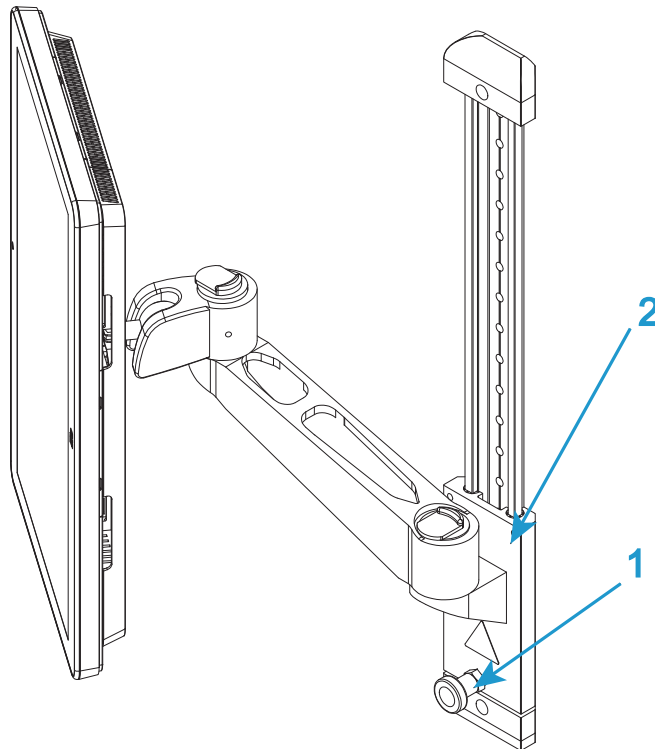

Figura 6. Regolazione dell'altezza
1. La barra di scorrimento consente di regolare l'altezza del Dashboard operatore[®] Bluehill per diverse esigenze di comfort. Allentare il blocco (1 in Figura 6 a pagina 45) e far scorrere il braccio di montaggio (2 in Figura 6 a pagina 45) all'altezza desiderata. Stringere nuovamente il blocco.